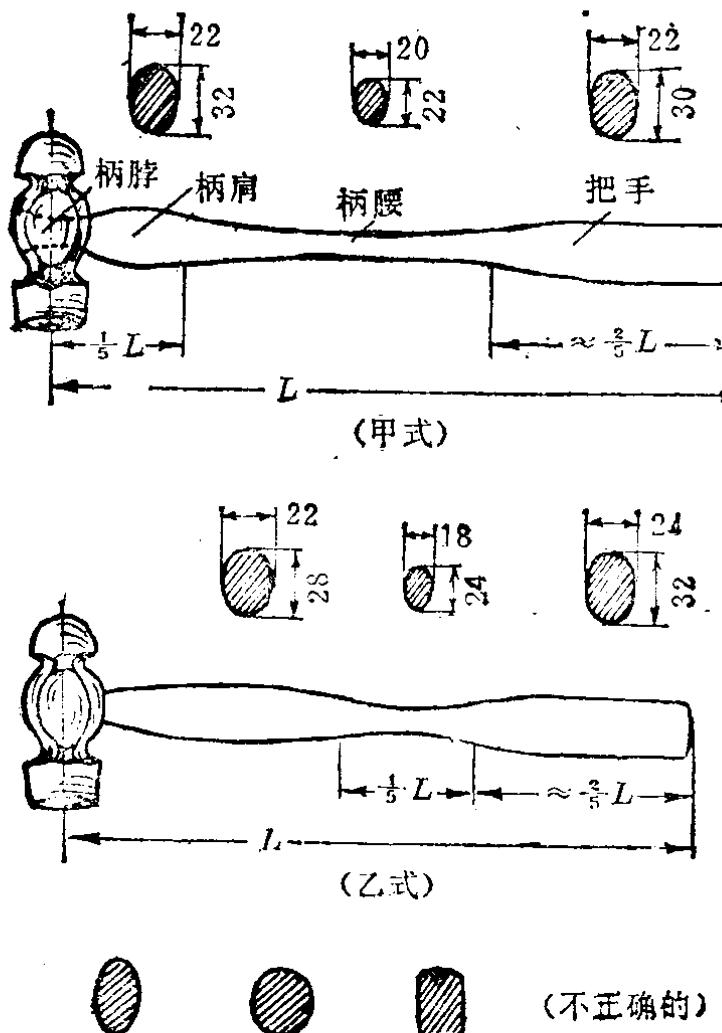

图 1-2
1. 锤把的构造：图1-2中以0.5~0.75公斤手锤为例，示出了“甲式”、“乙式”两种锤把，锤把从侧面看呈葫芦形，截面为椭圆形。图中甲、乙两式锤把所示截面形状是正确的，图下部所示几个截面形状是不正确的。
3. 锤把的粗细：图1-2中示出的锤把各部分的粗细尺寸，可供参考。